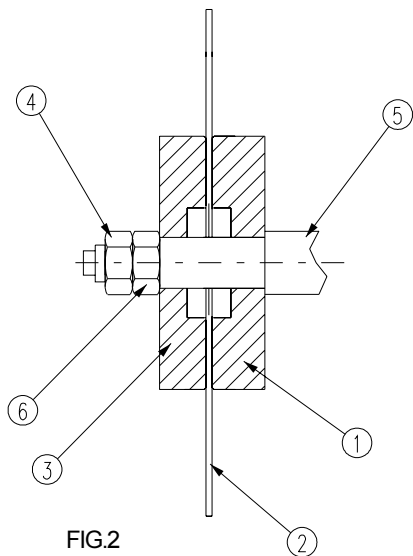

FIG.2
f. Quite la contrabrida (3, Fig.2), extraiga el disco viejo y coloque el nuevo en la brida (1, Fig. 2). Preste atención al sentido de rotación que está indicado en el disco. Luego, fije otra vez la contrabrida (3, Fig. 2);
g. Apriete la primera tuerca de fijación del disco (6, Fig. 2) con las llaves de 19 mm y 8 mm, y luego bloquee la contratuerca con las dos llaves de 19 mm (4, Fig. 2).